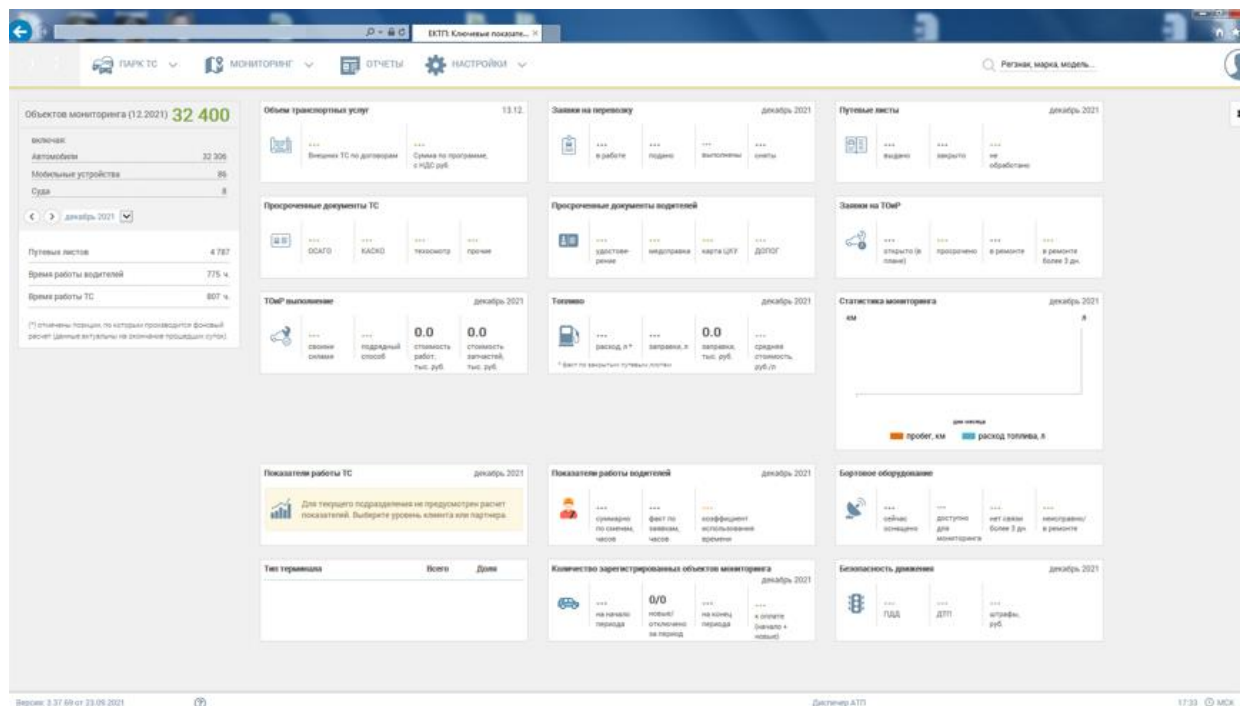

Рис. 2. Основная страница Системы.
3. При успешной авторизации отображается основная страница Системы (см. Рис. 2).
На основной странице Системы слева расположена вертикальная зона с основным меню (см. Рис. 2, а также раздел 3.3.1).